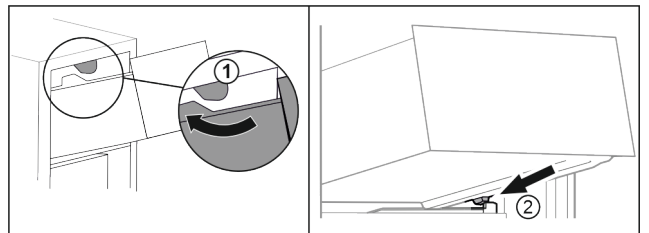

Fig. 61
► Predal speljite okrog zgornjih zaustavjalnikov. Fig. 61 (1)
► Predal postavite v poševnem položaju za spodnjimi zaustavjalniki na nastavek za posodo. Fig. 61 (2)